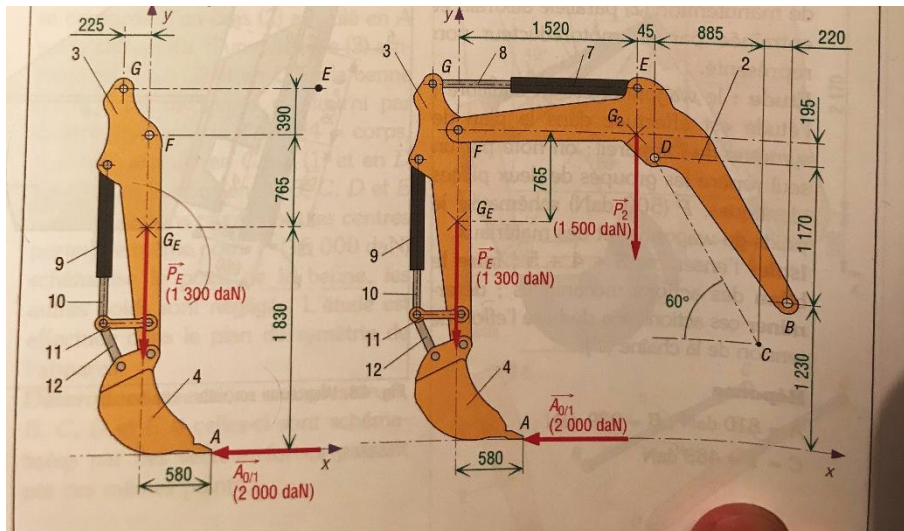

Figure 5
P_2 et P_E représentent respectivement le poids de la flèche 2 et de l'ensemble $\{3+4+9+10+11+12\}$ dénommé par la suite E3 (voir figure 5). La manœuvre est assurée par les vérins $\{5+6\}$, $\{7+8\}$ et $\{9+10\}$ notés respectivement V56, V78 et V910.
2.1 – Soit $G_{3/8}$ l'action de la pièce 3 sur la tige de vérin 8. En isolant le vérin V78 et en vous appuyant sur les données de la figure 5 montrer que cet effort n'est porté que par l'axe x.
2.4. Après avoir isolé l'ensemble E3 et en vous appuyant sur les données de la figure 5, en déduire les actions $G_{8/3}$ et $F_{2/3}$